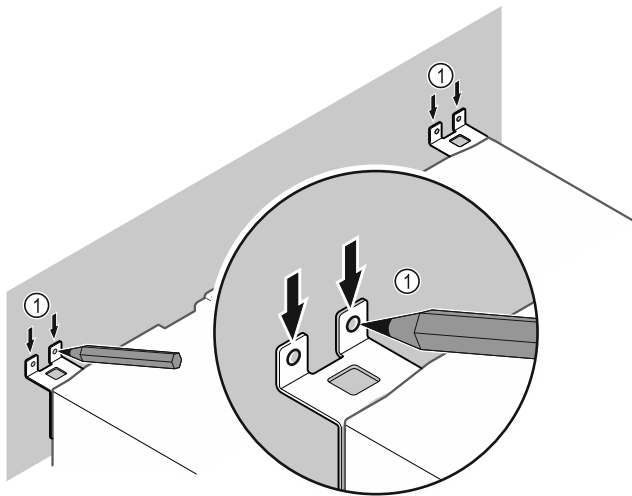

Fig. 68
- Tracer des repères sur le mur Fig. 68 (1).